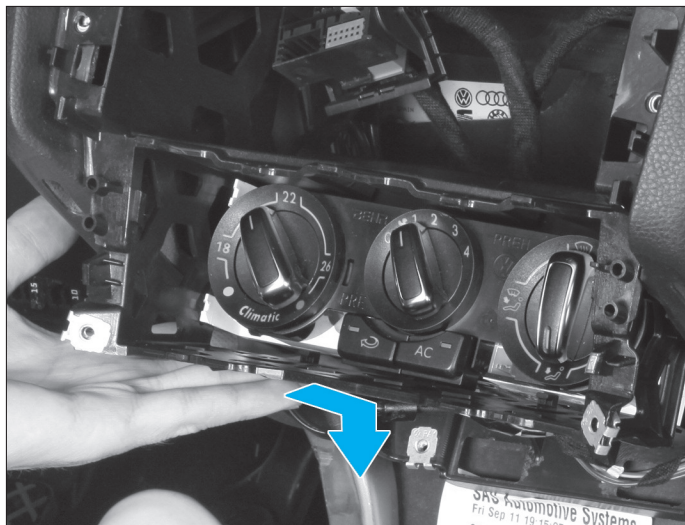

FIG. 42
- Pousser la commande de chauffage, puis l'extraire par l'arrière de la planche de bord (Fig.42).